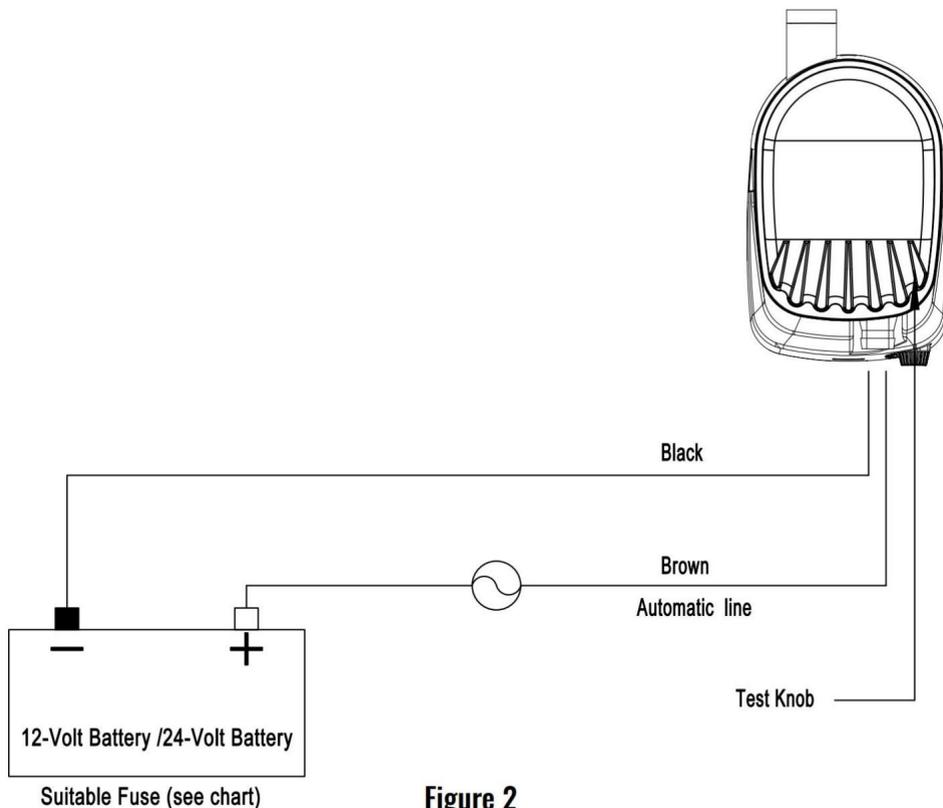

Figure 2
1. Używając całej długości dostarczonego przewodu (oraz dodatkowego przewodu, jeśli to konieczne), podłącz przewody do pompy, jak pokazano na schemacie. (Patrz rysunek 2.)